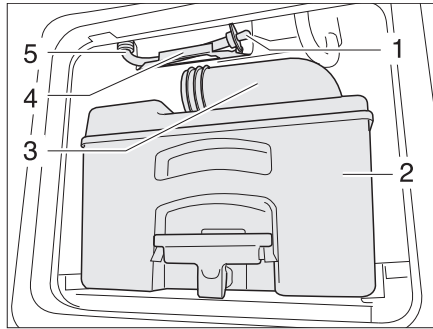

Fig. 358 Conduttura di scarico serbatoio dell'acqua toilette
- Svuotare e pulire la cassetta (Fig. 358,2) in un punto di smaltimento appositamente previsto.
- Far aprire i bocchettoni di scarico (Fig. 358,3).
- Prendere la condotta di scarico (Fig. 358,5) dal supporto (Fig. 358,4).
- Togliere il tappo di scarico (Fig. 358,1) e far defluire l'acqua residua.